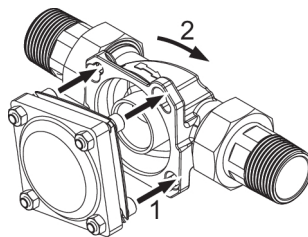
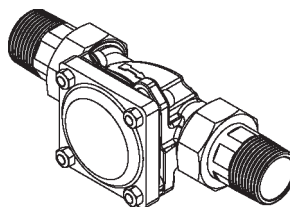

Abb. 11: Ansetzen und einrasten
Abb. 12: Anschluss eingerastet
1. Die Köpfe der vier Flanschschrauben des Wasserzählers durch die Bajonettbohrungen am Einbaudrehflansch stecken (siehe Abbildung 11).
2. Den Wasserzähler im Uhrzeigersinn bis zum Anschlag drehen (siehe Abbildung 11 und Abbildung 12).